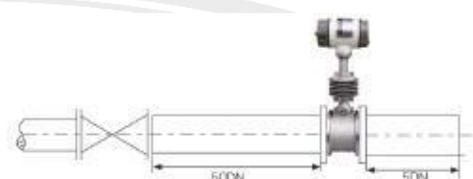

Fig. 6
- 控制閥應裝於儀表下游 $5D$ 處, 若控制閥需安裝於上游側, 需保有上游直管 $\geq 50D$, 下游直管 $\geq 5D$, 如圖(Fig.6)